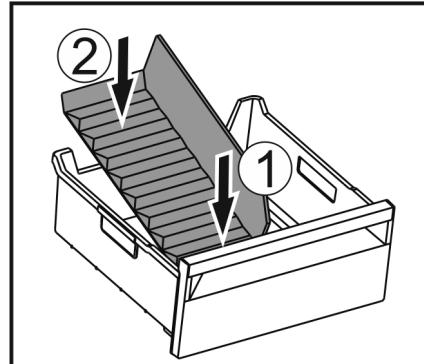

Fig. 49
- Sett inn separatoren først foran Fig. 49 (1).
- Senk bakre del Fig. 49 (2).